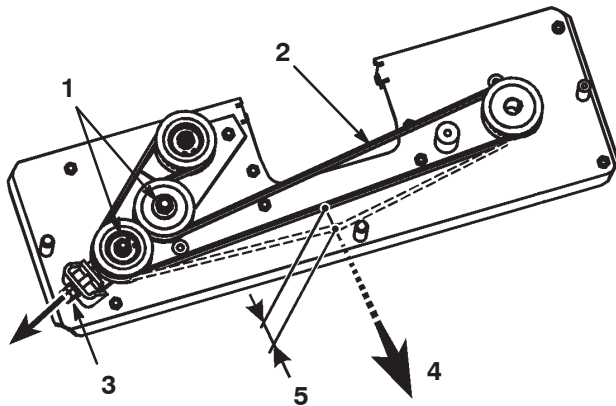

Bild 37
4. Lösen Sie die zwei Sechskantmuttern auf der Antriebsscheibe (Bild 37).
5. Stellen Sie die M10-Mutter so ein, dass sich der Riemen 5 mm mit einer Spannung von 30 N durchbiegt (Bild 37).